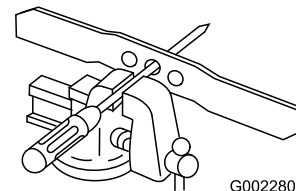

Bild 27
1. Prüfen Sie die Auswuchtung des Messers, indem Sie das mittlere Loch im Messer über einen Nagel oder einen Schraubendreherstift hängen, den Sie horizontal in einen Schraubstock einklemmen (Bild 27).